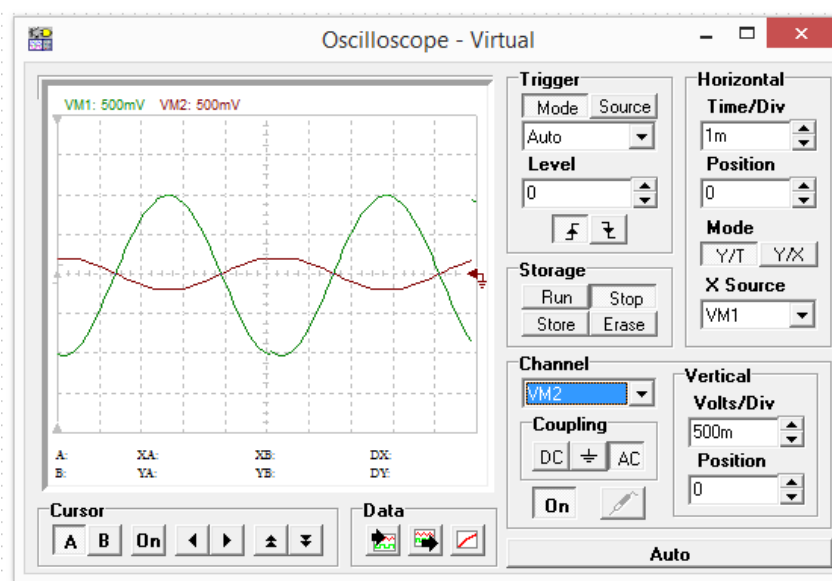

Рисунок 5.12 – Осциллограммы входного и выходного сигналов
6. Исследуем работу усилителя используя осциллограф проконтролируем изменение выходного сигнала от входного сигнала. По графикам (рисунок 5.12) видно, что коэффициент усиления составит $K_u = U_{\text{ВЫХ}} / U_{\text{ВХ}} = 5$ при этом выходной сигнал инвертирован относительно входного.